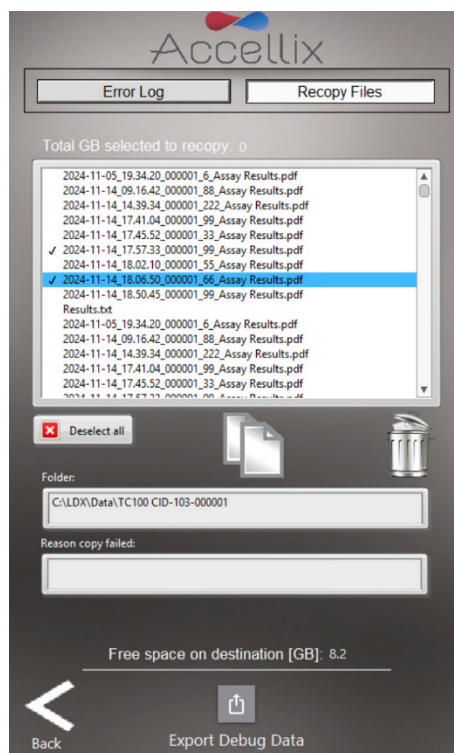

图 23：重新复制文件
2. **Recopy Files**（重新复制文件）选项卡将显示所有之前未复制的数据文件（图 23）。